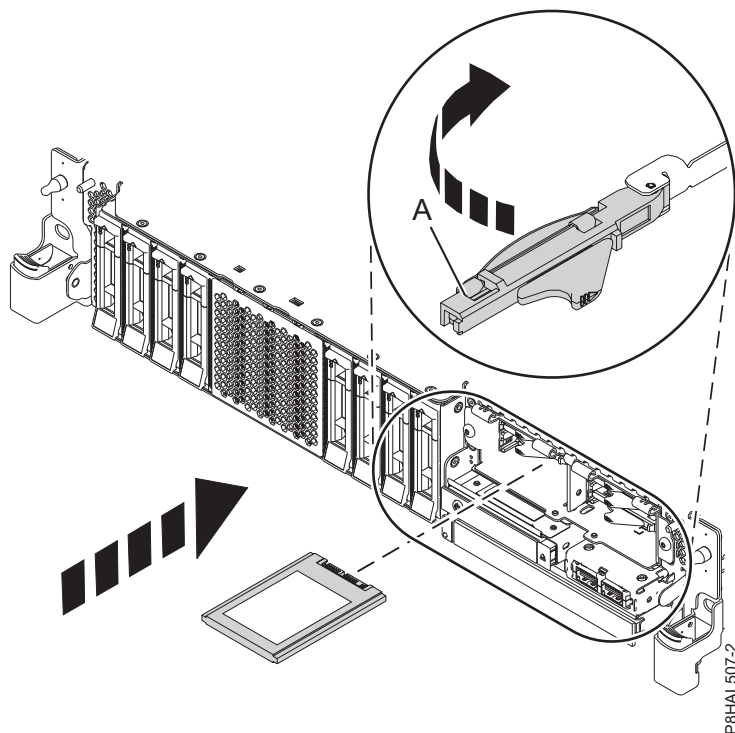

Figura 56. Substitució d'una SSD en un sistema de funció expandida
12. Amb la nansa del compartiment d'unitats SSD (A) en posició desbloquejada, feu sortir la palanca per poder accedir a les guies de la ranura SSD. Agafeu la part inferior de l'SSD mentre l'alineeu amb les guies de la ranura SSD. Consulteu Figura 56 a la pàgina 58.
16. Bloquegeu la unitat fent girar la nansa del compartiment (A) en la direcció que es mostra a Figura 56 a la pàgina 58.